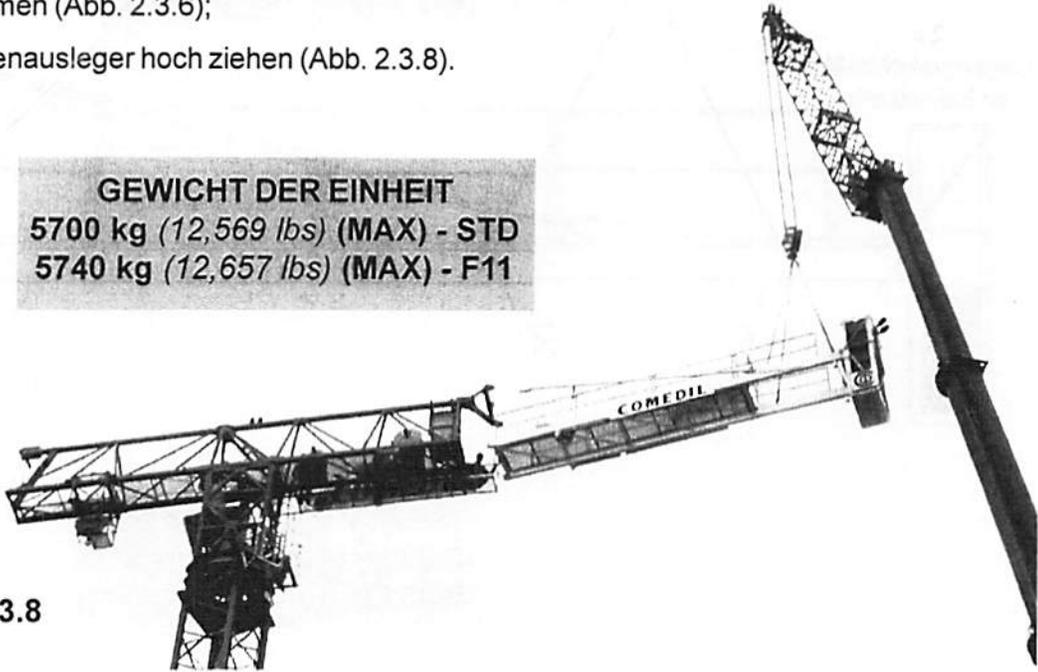

Abb. 2.3.8
- 2) Gegenausleger hoch ziehen (Abb. 2.3.8).